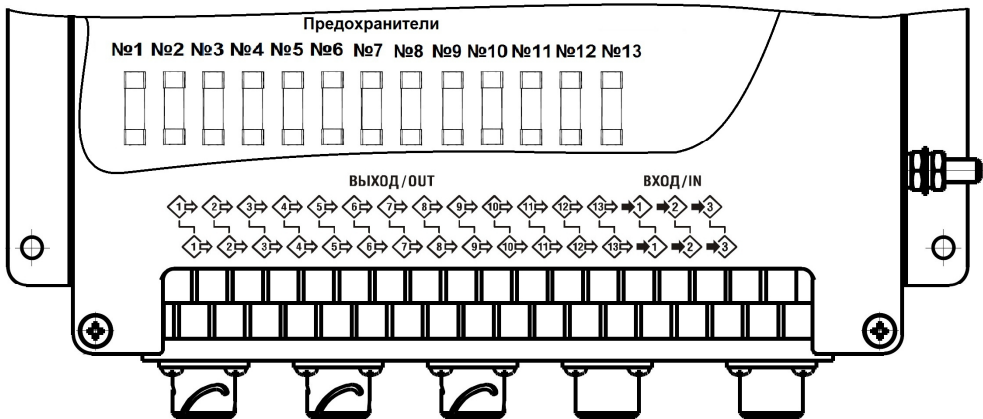

Рисунок 1 — Расположение предохранителей в БВН2.2
- заменить перегоревший предохранитель новым предохранителем с параметрами 10А 250В и размером 5х20 мм, нумерация предохранителей соответствует направлению нумерации и номеру выхода БВН (см. рисунок 1);